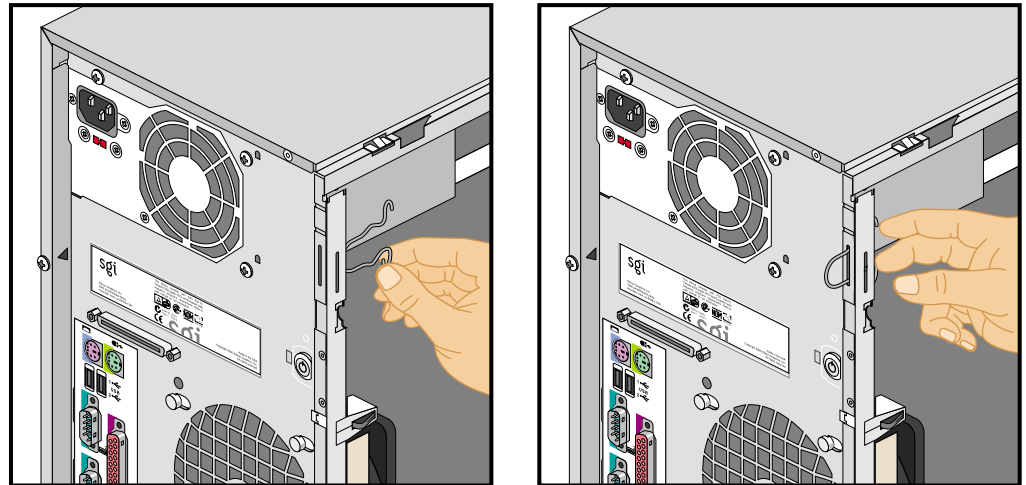

Figura 2-29 Instalación del anillo de bloqueo en la ranura de utilización
- Introduzca la parte redonda del anillo de bloqueo en la ranura interior del chasis y presione hasta que el anillo encaje en su lugar. En la Figura 2-29 se muestra este procedimiento.